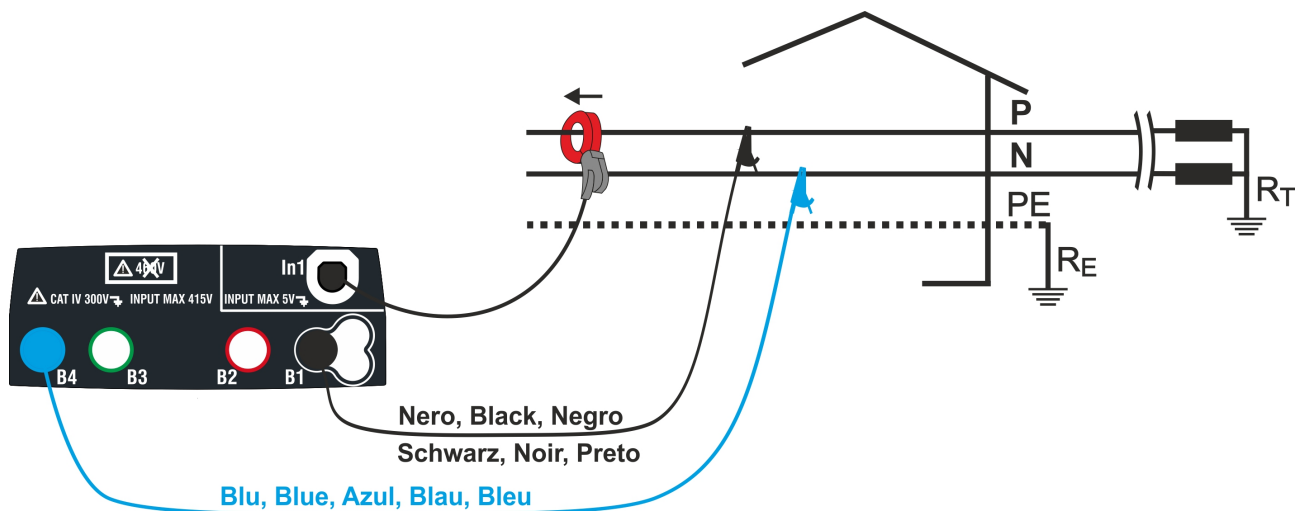

Fig. 36: Conexión para medida en sistema Monofásico
4. Conectar los conectores azul y negro de los cables en los correspondientes terminales de entrada del instrumento B4, B1. Inserte el extremo libre de los cables los cocodrilos o puntas de pruebas correspondientes. Conectar cocodrilos o puntas de pruebas, en las fase P y N en acuerdo en la Fig. 36 para la medida de tensión en sistema Monofásico o las fases L1 y L2 acuerdo a la Fig. 37 para la medida de tensión en sistema Trifásico equilibrado. Conecte la pinza externa en la entrada **In1** y en el conductor de fase para sistema Monofásico o en la fase L3 para sistema Trifásico equilibrado. La flecha sobre la pinza debe seguir la dirección en que la corriente fluye normalmente desde el generador a la carga como se muestra en la Fig. 36 y la Fig. 37